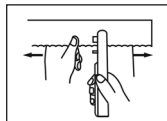

Fig. 4
- 5] Deslize o botão para a frente com o polegar para ligar a máquina. Puxe o tecido através máquina com a mão esquerda para controlar a direção e a velocidade da costura. Lembre-se de não puxar o tecido pela máquina muito rapidamente. Se quiser criar pontos maiores, puxe o tecido levemente para a esquerda ao costurar. Um ponto reto é obtido seguindo a linha central da placa de fixação (Fig. 4).